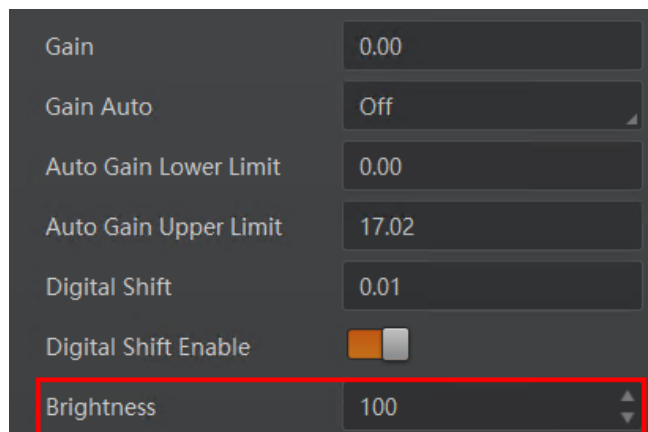

图11-24 亮度设置
2. 在 *Analog Control* 属性下，设置参数 *Brightness* 的值，如 图11-24 所示。亮度参数范围为 0 ~ 255。